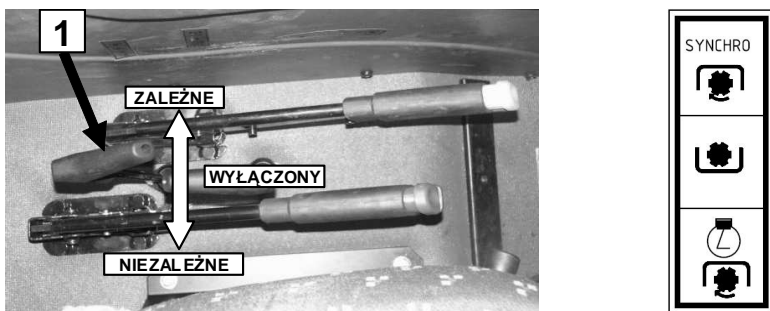

Рис. E-4 Рычаг 1 и пиктограмма включения ВОМ в тракторах ZEFIR **ВЫКЛЮЧЕНО (среднее положение)** – ВОМ выключен
- убедиться, что ВОМ выключен (рис. E-4; положение НЕЙТРАЛЬНОЕ) и что рычаги управления внешней гидравликой находятся в нейтральном положении;